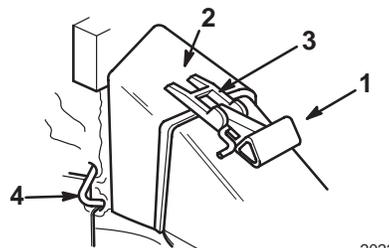

Figure 37
2. Vérifier que la poignée du volet d'éjection est entièrement abaissée vers l'avant (volet fermé), comme illustré à la figure 37.
3. Placer l'ouverture du sac de ramassage sur l'ouverture du conduit d'éjection comme illustré à la figure 37.
2. Soulever la tige de verrouillage de la poignée pour la dégager des crans du sac, et abaisser la poignée du volet vers l'avant (Fig. 37).